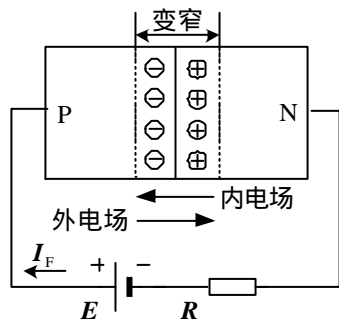

图 1-8 PN 结正向偏置
(1) **PN结外加正向电压** 将PN结P区接电源正极，N区接电源负极，称为PN结外加正向电压，又叫正向偏置，如图1-8所示。PN结正向偏置时，外电场与内电场方向相反，从而削弱了内电场，破坏